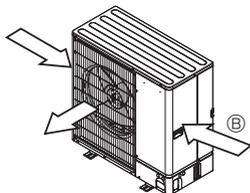

Fig. 2-5
- ③ Sijoita yksikkö siten, että ulos tuleva ilma virtaa kohtisuoraan vuodensajalle tyypillisen tuulensuunnan suhteen, mikäli vain mahdollista. (Fig. 2-5)
- ④ Tuulen suunta